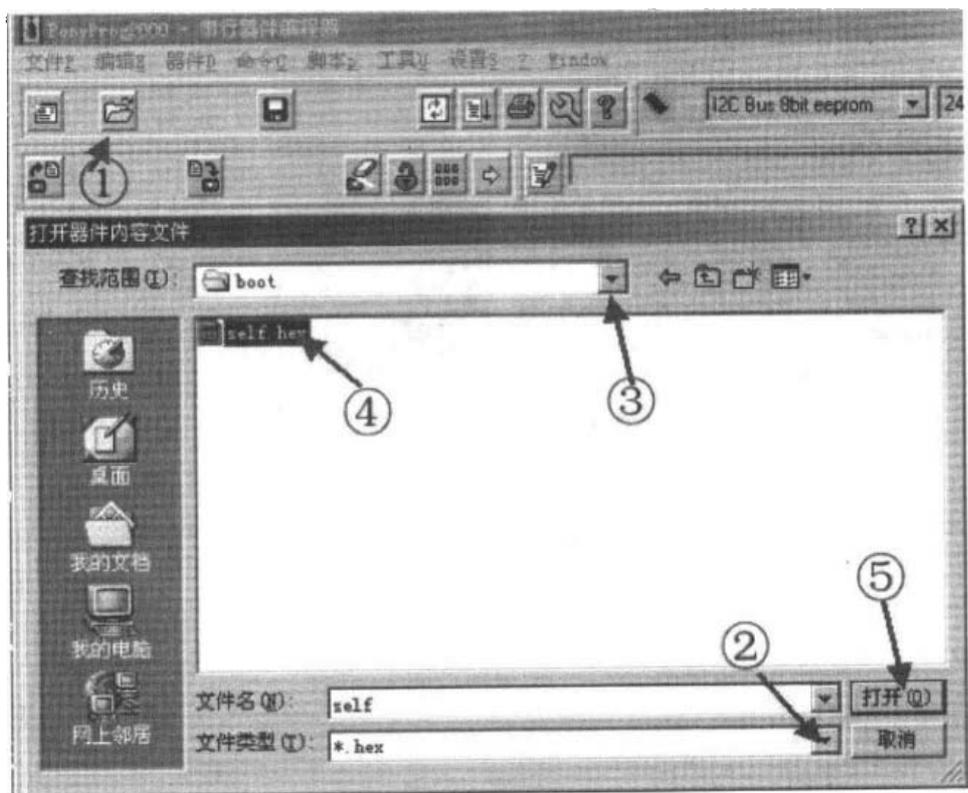

图 4.19 打开器件 HEX 文件
①打开器件内容文件；
②文件类型选 HEX；
③选文件路径；
④选择将要下载的文件名；
⑤按打开按钮，该 HEX 文件装入计算机缓冲区，并把机器码显示在下载窗口中，如图 4.19 所示。